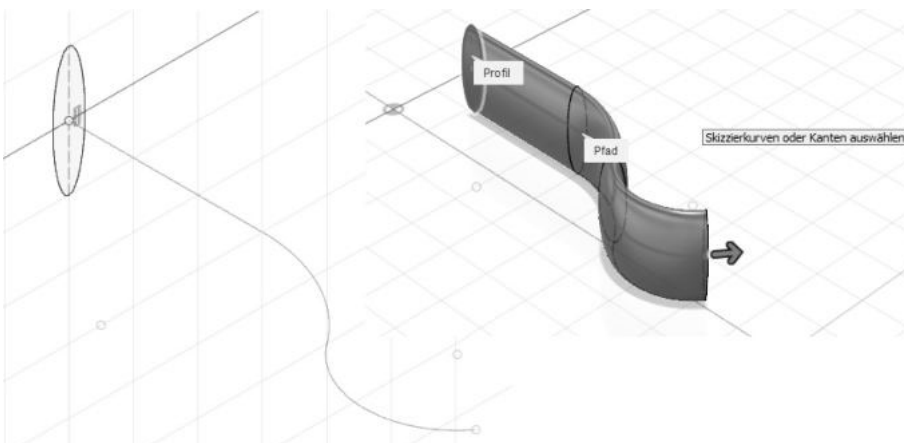

Abb. 1.29: Skizzen für Pfad und Profil und SWEEPING
- SWEEPING – Hiermit wird ein Profil entlang einer Kurve gezogen, um den Volumenkörper zu erzeugen (Abbildung 1.29).